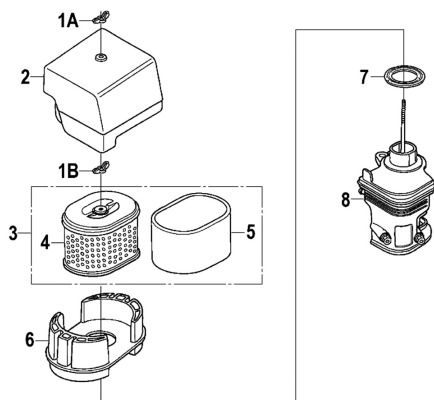

Рис. 23 Обслуживание воздушного фильтра
1. Открутите барашковую гайку 1А и снимите крышку 2 воздушного фильтра (Рис. 23).
2. Открутите барашковую гайку 1В и извлеките из корпуса воздушный фильтр 3 в сборе (Рис. 23).
3. Проверьте целостность и чистоту фильтрующих элементов. Поролоновый (предварительный) фильтрующий элемент 5 установлен на корпусе бумажного фильтрующего элемента 4 (Рис. 23).
4. При незначительном загрязнении промойте поролоновый фильтрующий элемент 5 (Рис. 23) теплым
6. Произведите очистку опоры 6, основания 8 и крышки 2 воздушного фильтра, не допуская попадания грязи в воздухопровод, ведущий к карбюратору. (Рис. 23).
7. Перед установкой воздушного фильтра убедитесь, что уплотнительное кольцо 7 воздушного фильтра находится на месте и не имеет повреждения (Рис. 23).